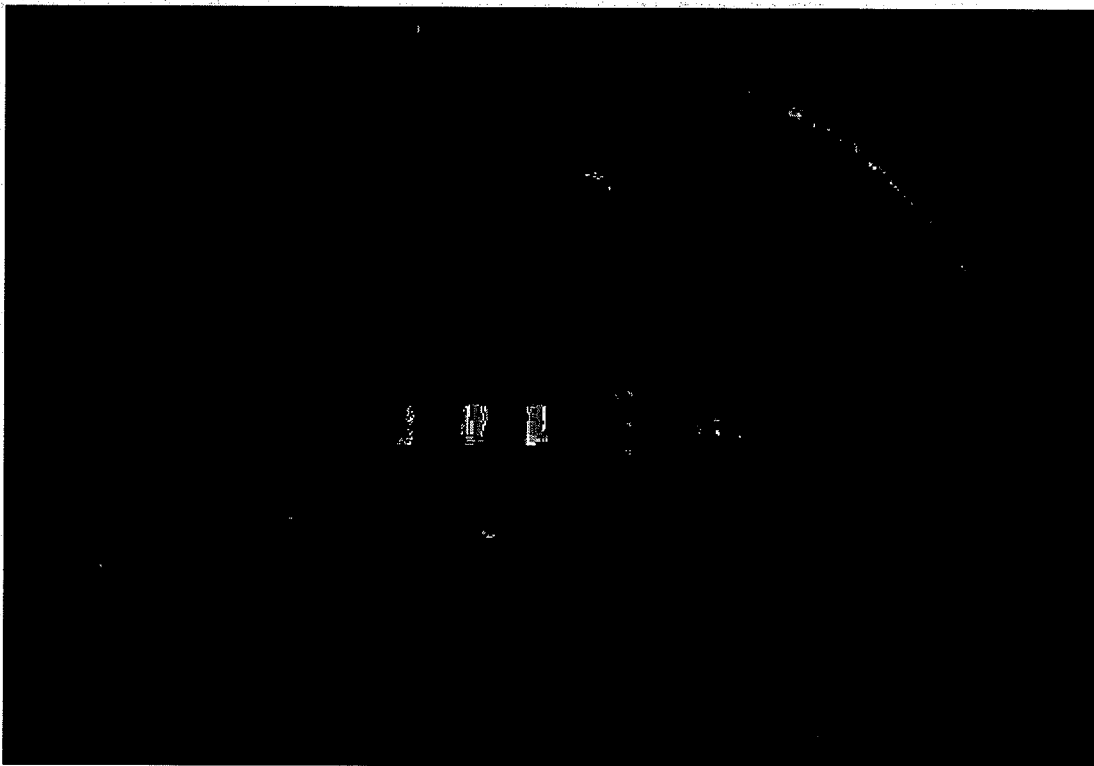

Figure 2
**Commande de raclette/aspirateur** (voir la figure 2, M)